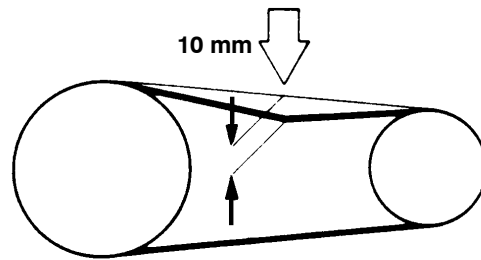

Abb. 43 Prüfen der Keilriemenspannung
- Die Keilriemenspannung ist korrekt, wenn sich der Keilriemen mit starker Daumenkraft zwischen den Riemenscheiben **10 mm** durchdrücken läßt (Abb. 43). Für exakte Justierung empfehlen wir unser Keilriemen-Vorspannungsmeßgerät, Best.-Nr. N25238.